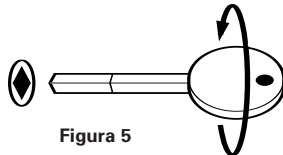

Figura 5
2. Gire la llave hacia la derecha hasta que la puerta se abra sola (figura 5).